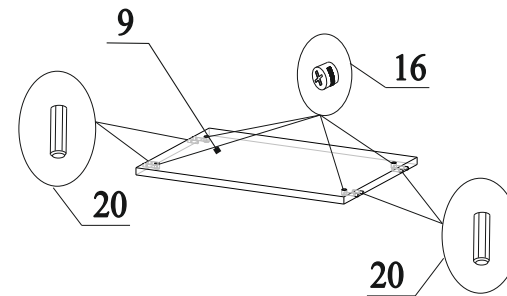

Рис.8
15. В торцы детали 9 вставить шканты 20 (рис.8);
16. В отверстия на детали 9 вставить эксцентрики 16 стрелками к торцевым отверстиям (рис.8);